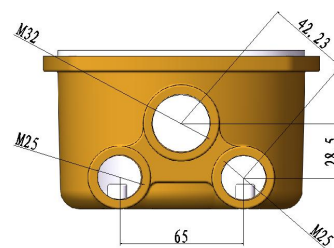

图 11
- b. 图 11 为电缆接头的安装尺寸图，电缆引入孔规格：M32×1.5mm 1 个，M25×1.5mm 2 个。